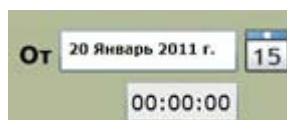

Рисунок 21
- 1 Задать границы начала и конца периода регистрации данных. Для этого нужно сделать однократный щелчок мышью на значке календаря начала периода (Рисунок 21) и выбрать дату начала регистрации данных, установить время начала регистрации